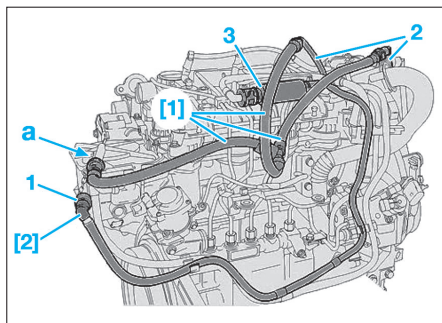

Fig. 53
- Accoupler le raccord femelle de (Ø 10 mm) de l'outil [1] en (a) (Fig.53).
- Obturer le raccord (1) à l'aide de l'outil [2].
- Séparer le raccord des tubes de retour carburant (2).
- Joindre les raccords (Ø 8 mm) de l'outil [1] aux raccords des tubes de retour carburant (2).
- Actionner pendant 120 secondes la pompe d'amorçage manuelle (3).
- Actionner plusieurs fois la pompe d'amorçage manuelle (3).